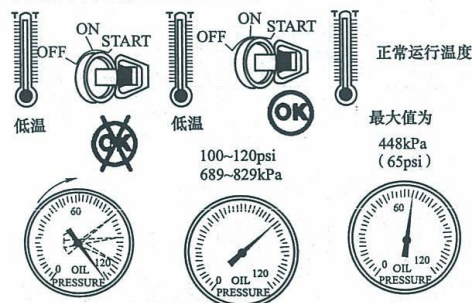

图 1-324 机油压力偏高情况分析
(1) 机油压力偏高 在低温天气情况下, 发动机首次起动后, 发动机机油压力会高。冷起动机油压力一般为 $827 \sim 1034 \text{ kPa}$ ($120 \sim 150 \text{ psi}$)。如果机油压力调节阀柱塞运行正常, 当发动机达到正常温度时, 机油压力应降低到 449 kPa 左右, 见图 1-324。